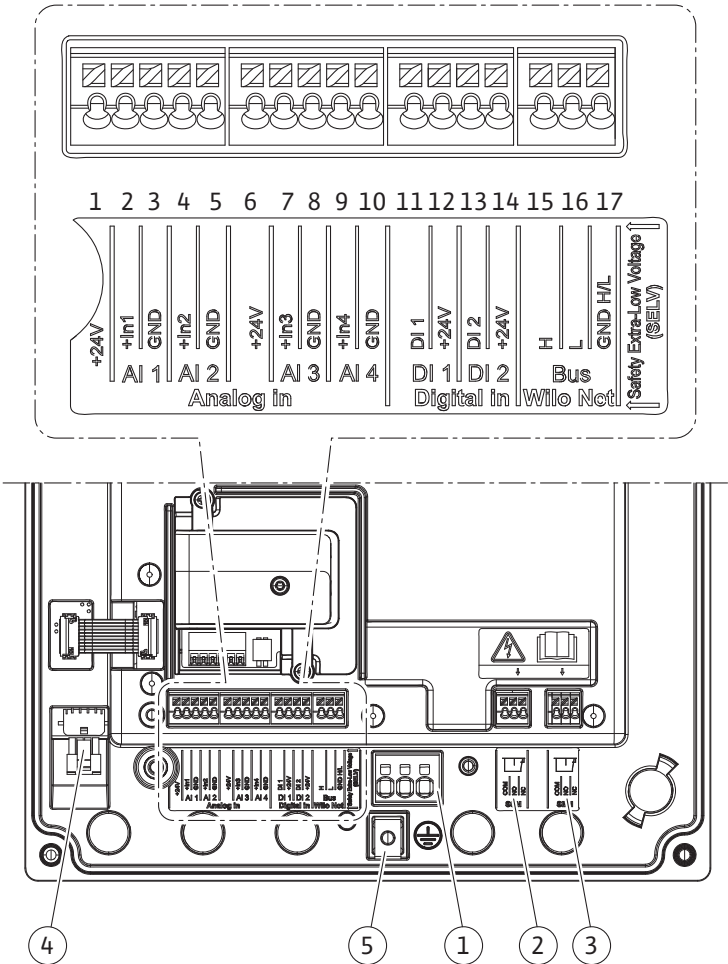

Fig. 19: Oversigt over klemmer i modulet
4. Træk tilslutningskablet gennem kabelforskrunding M25 (Fig. 19, pos. 1). Spænd kabelforskrundingen med de foreskrevne drejningsmomenter.